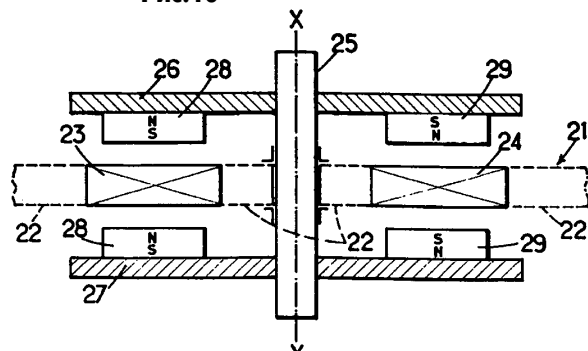

Рис.12
**Электрогенератор для часов** описан в европейском патенте EP 0751445 (1996 г.). На рис.12 статор 21 образован катушками 23, 24, ротор находится на оси 25 и содержит две пластины 26, 27 с закрепленны-